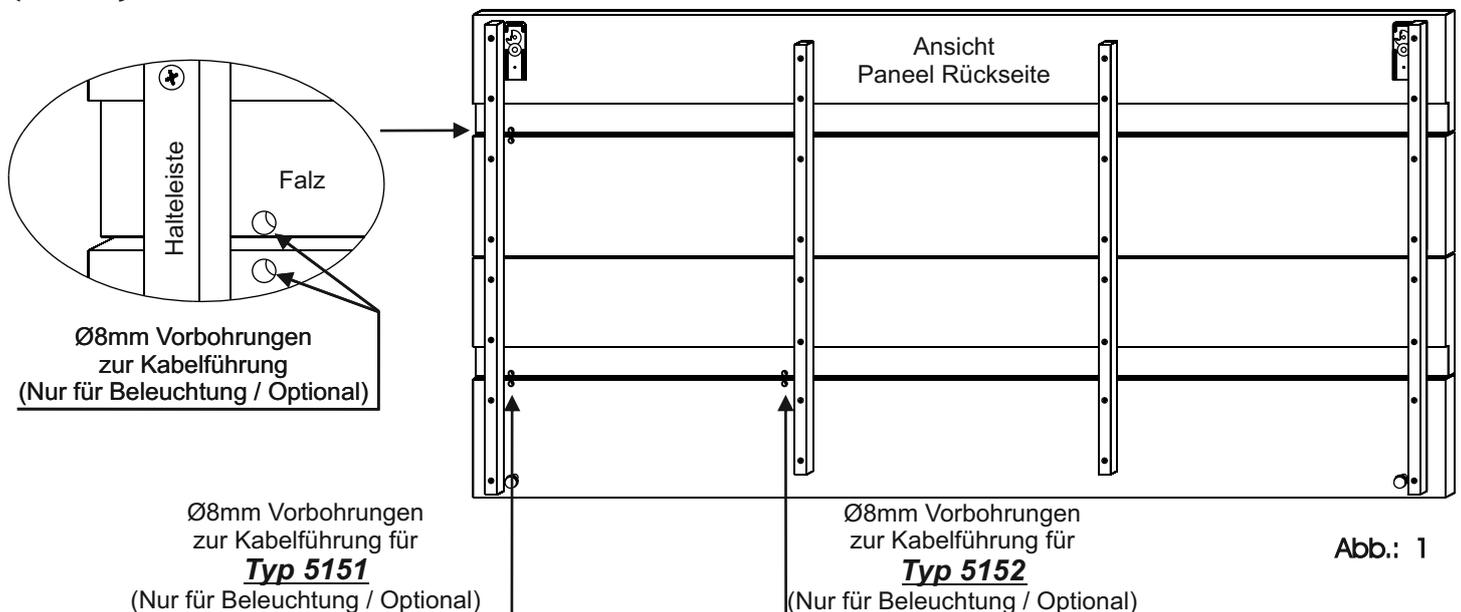

Abb.: 1
**Achten Sie darauf, dass je nach Typ unterschiedliche Bohrungen durchgebohrt werden müssen. (Abb. 1)**